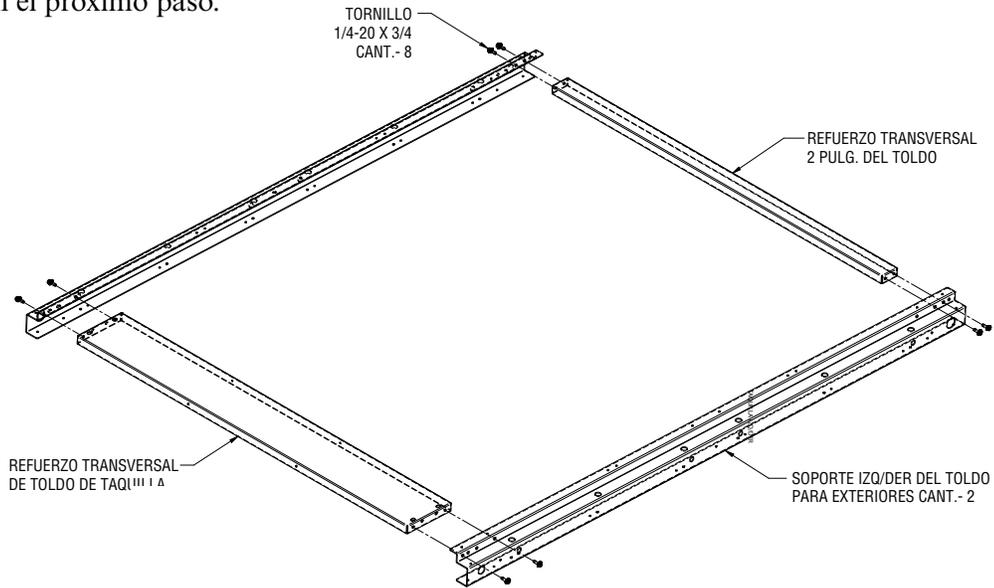

Figura 1-7a Vista superior del ensamblaje del marco del toldo
1. Arme el marco del toldo. La instalación del toldo del quiosco de control es similar. Consulte la Figura 1-7a a continuación. El marco se colocará en el módulo refrigerado o en el quiosco de control en el próximo paso.